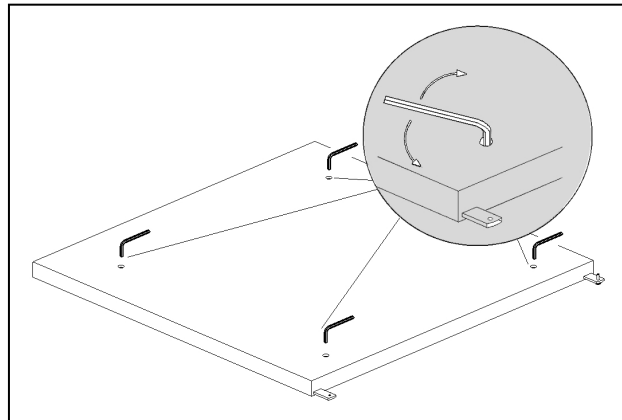

fig. 2
- Colocar **painel do fundo** sobre o piso e nivelá-lo (Fig.2);